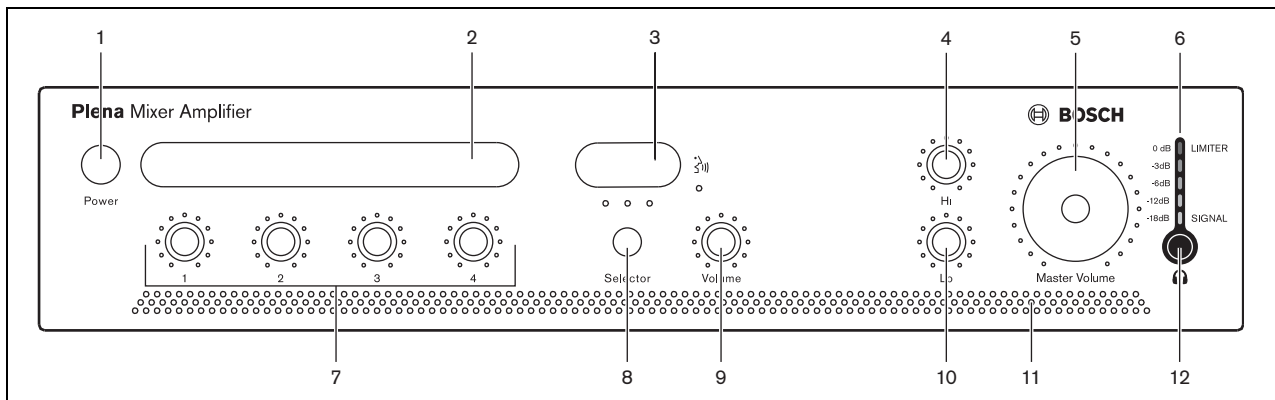

figure 5.1: Panneau avant
1 Assurez-vous que l'interrupteur power (1) à l'avant de l'unité est activé - enfoncé (voir figure 5.1).
Réglez l'interrupteur power (1) à l'avant de l'unité sur désactivé - sorti (voir figure 5.1).
Les utilisateurs peuvent créer des étiquettes pour les entrées microphone/ligne et la description des sources musicales. Ces étiquettes peuvent être fixées sur l'amplificateur mélangeur sur les positions 2 et 3 (voir figure 5.1). Des broches colorées peuvent également être insérées sur diverses positions autour des indicateurs afin d'indiquer les réglages favoris pour une application particulière.
Utilisez les commandes de tonalité Hi (haute) et Lo (Basse) (voir figure 5.1, numéros 4 et 10) pour changer la tonalité.